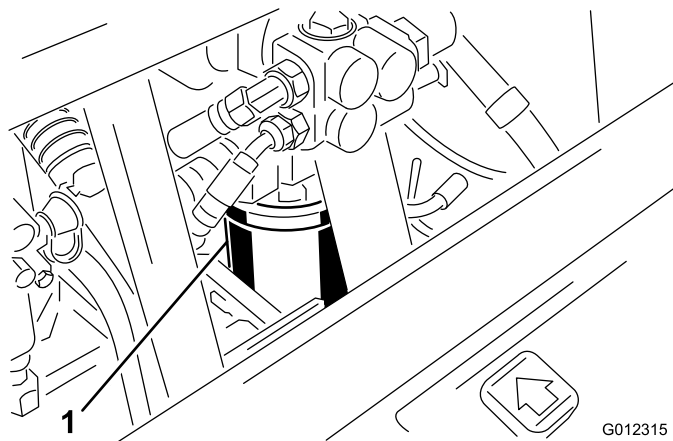

Figura 44
2. Pulite la superficie circostante il filtro (Figura 44). Collocate una bacinella di spurgo sotto il filtro e togliete il filtro.